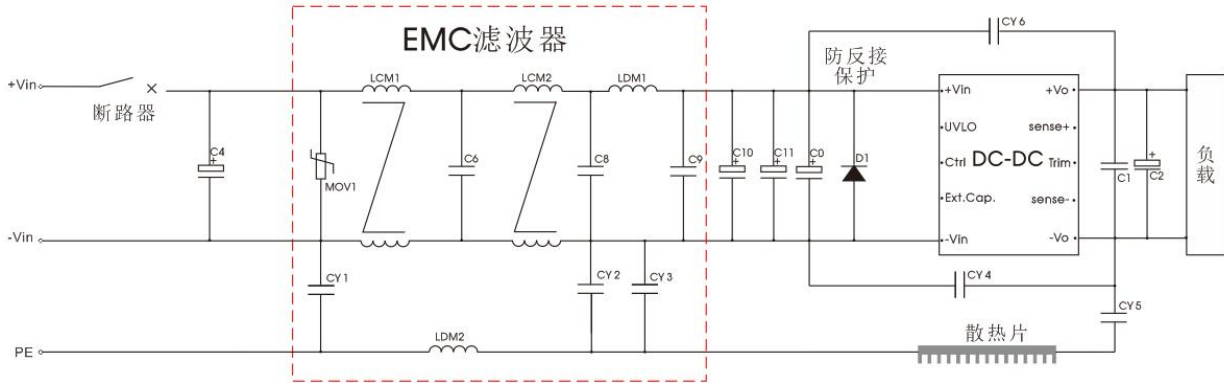

图 6
| | 脉冲群抗扰度 | IEC61000-4-4 | ±2kV 5/50ns | 5kHz | (推荐电路见图 6) | perf. Criteria A |
| | 浪涌抗扰度 | IEC61000-4-5 | line to line ±2kV (2Ω, 18μF) line to ground ±2kV (2Ω, 18μF) (推荐电路见图 6) | | | perf. Criteria A |
| | 磁场抗扰度 | IEC61000-4-8 | 60Hz 60Hz | 100A/m (推荐电路见图 6) 300A/m (推荐电路见图 6) | perf. Criteria A | |
2. EMC 滤波部分由模块电路组成，推荐电路和参数请参考图 6，也可以使用自搭电路；